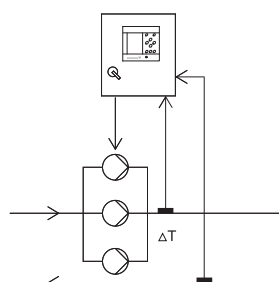

Рис. 24 Перепад температур
- Перепад температуры (два датчика температуры), см. рис. 24.